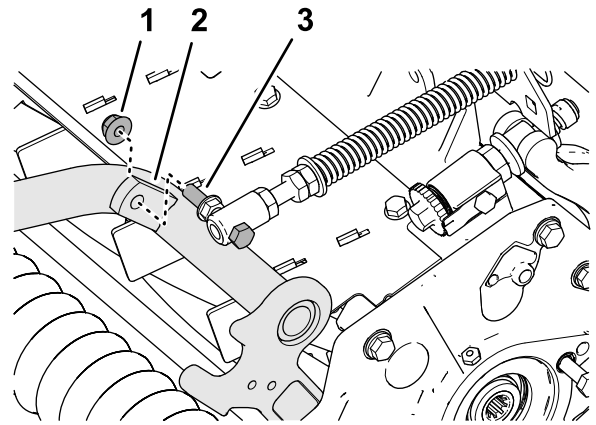

**Figure 18**
3. Retirez le contre-écrou à embase ( $\frac{3}{8}$ " ) qui fixe la vis du ressort de compensation sur la patte droite du bâti porteur, et retirez le ressort de compensation de l'unité de coupe (**Figure 18**).